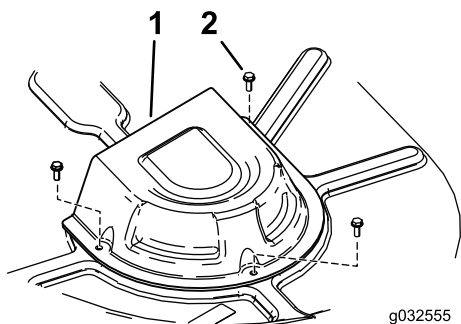

Figura 70
4. Retire las cubiertas de las poleas (Figura 70).